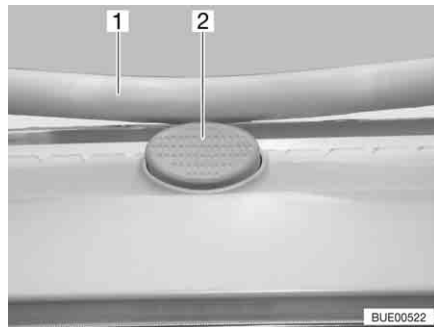

Bild 60 Sicherungsknopf an der Heki-Dachhaube
- Den Sicherungsknopf (Bild 60,2) drücken und den Bügel (Bild 60,1) mit beiden Händen nach unten ziehen.
- Den Bügel mit beiden Händen nach oben drücken, bis der Bügel oberhalb des Sicherungsknopfes (Bild 60,2) liegt.